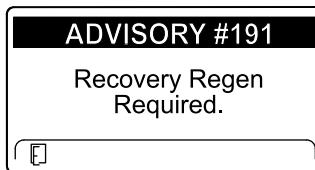

Figure 51
- Régénération d'urgence requise – prise de force désactivée AVIS N° 190 (Figure 51)